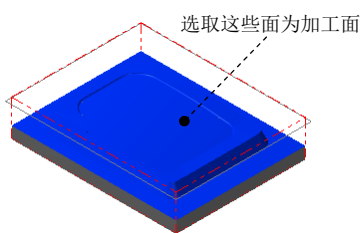

图 5.9 选取加工面
(1) 在图形区中选取图 5.9 所示的曲面(共 38 个), 然后按 Enter 键, 系统弹出“刀具路径的曲面选取”对话框。